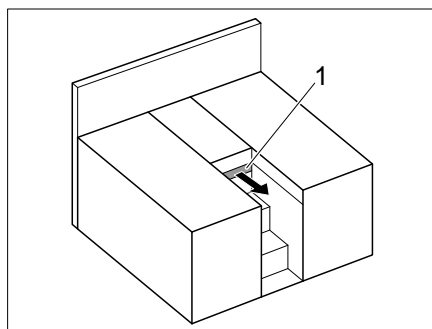

Bild 173 Einzelbetten
- Auszug (Bild 173,1) herausziehen.